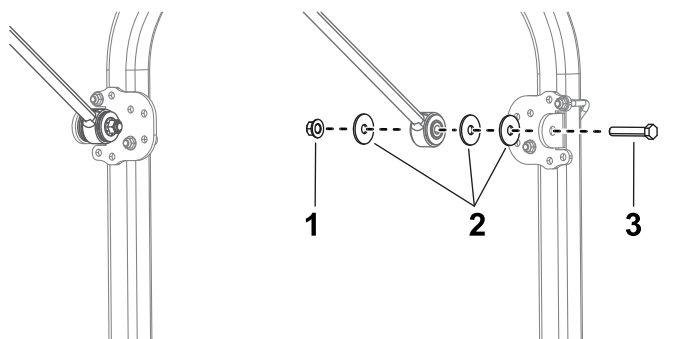

Figura 13
13. Em cada lado da máquina, instale sem apertar um suporte de tirante em cada tirante com um parafuso ($\frac{1}{2}$ x $2\frac{3}{4}$ pol.), 3 anilhas grandes e porca flangeada ($\frac{1}{2}$ pol.) como se mostra na Figura 13.